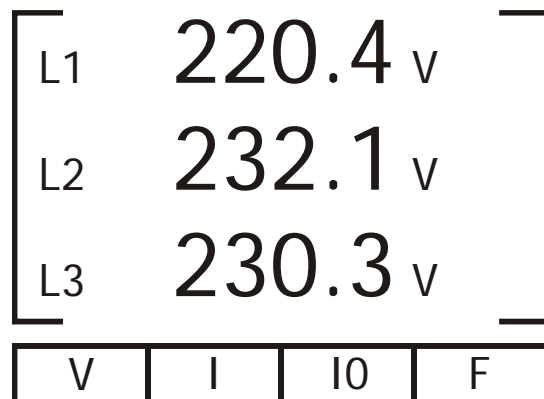

Рис.19
3. Выберите пункт **Вольт, Ампер, Герц** и нажмите «Enter». На дисплее появятся экран текущих значений напряжения, тока и частоты сети отдельно по трем фазам (рис. 19).